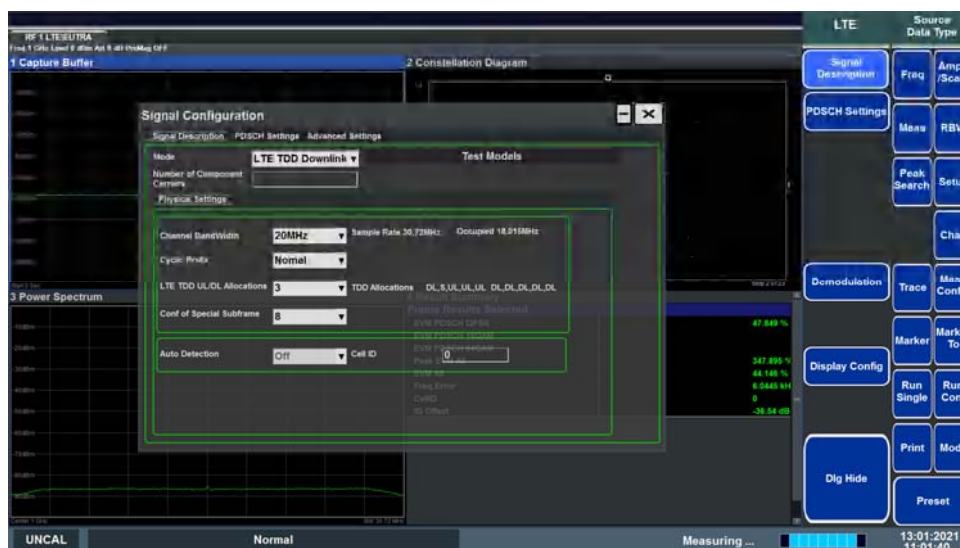

图 4.5 LTE 参数设置图
- 在【Signal Description】属性页中，设置“Mode”选择相应的链路、设置“Test Models”选择相应的测试模式、设置“Channel BandWidth”选择相应的带宽，设置界面如图 4.5 所示。